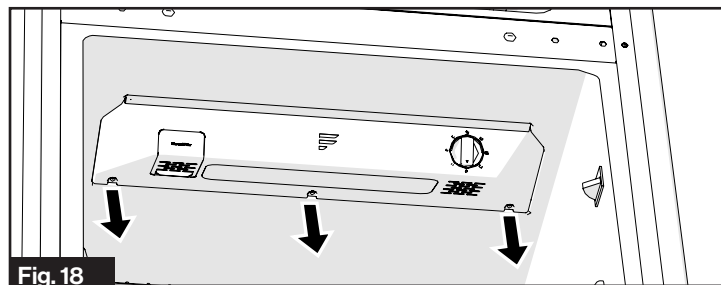

Fig. 18
1. Dévissez les trois vis (Fig. 18)